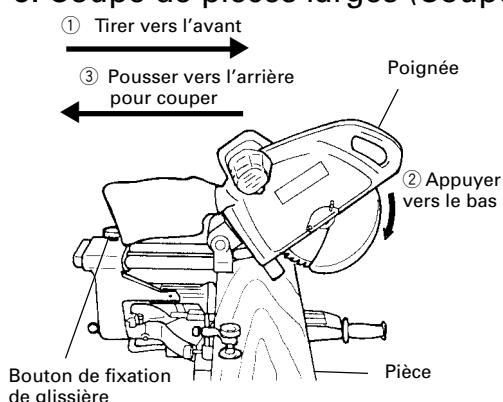

Fig. 21
- (1) Pièces d'une hauteur allant jusqu'à 107 mm (4-7/32") et d'une largeur allant jusqu'à 305 mm (12") : Desserrer le bouton de fixation de glissière et incliner la lame vers l'avant. Puis, appuyer sur la poignée et ramener la lame vers l'arrière pour couper la pièce comme indiqué à la Fig. 21. Cela facilitera la coupe des pièces d'une hauteur allant jusqu'à 107 mm (4-7/32") et d'une largeur allant jusqu'à 305 mm (12").
- (2) Pièces d'une hauteur allant jusqu'à 120 mm (4-23/32") et d'une largeur allant jusqu'à 260 mm (10-7/32") : Les pièces d'une hauteur allant jusqu'à 120 mm (4-23/32") et d'une largeur allant jusqu'à 260 mm (10-7/32") se coupent de la même façon que décrit au paragraphe 5 - (1) ci-dessus.
⚠ AVERTISSEMENT: ***Lors d'une coupe avec chariot, procéder comme indiqué à la Fig. 21.**